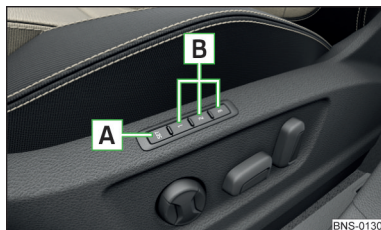

Fig. 87
Pe butoanele de memorare **B** de la scaunul șoferului, resp. scaunul pasagerului față se poate memora reglajul scaunului șoferului și poziția oglinzilor retrovizoare exterioare » **fig. 87.**
- Apăsăți butonul SET **A** » **fig. 87** și apoi apăsăți în decurs de 10 s simultan butonul de memorare dorit **B**. Memorarea este confirmată printr-un semnal acustic.
- Cuplați contactul și apăsăți butonul de memorare dorit **B** » **fig. 87.**